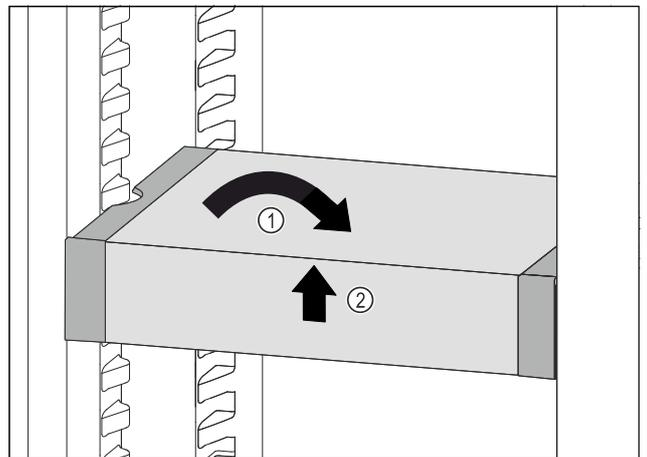

Fig. 53
- ▶ Вирівняти VarioSafe. Fig. 53 (1)
- ▶ Підняти VarioSafe спереду. Fig. 53 (2)